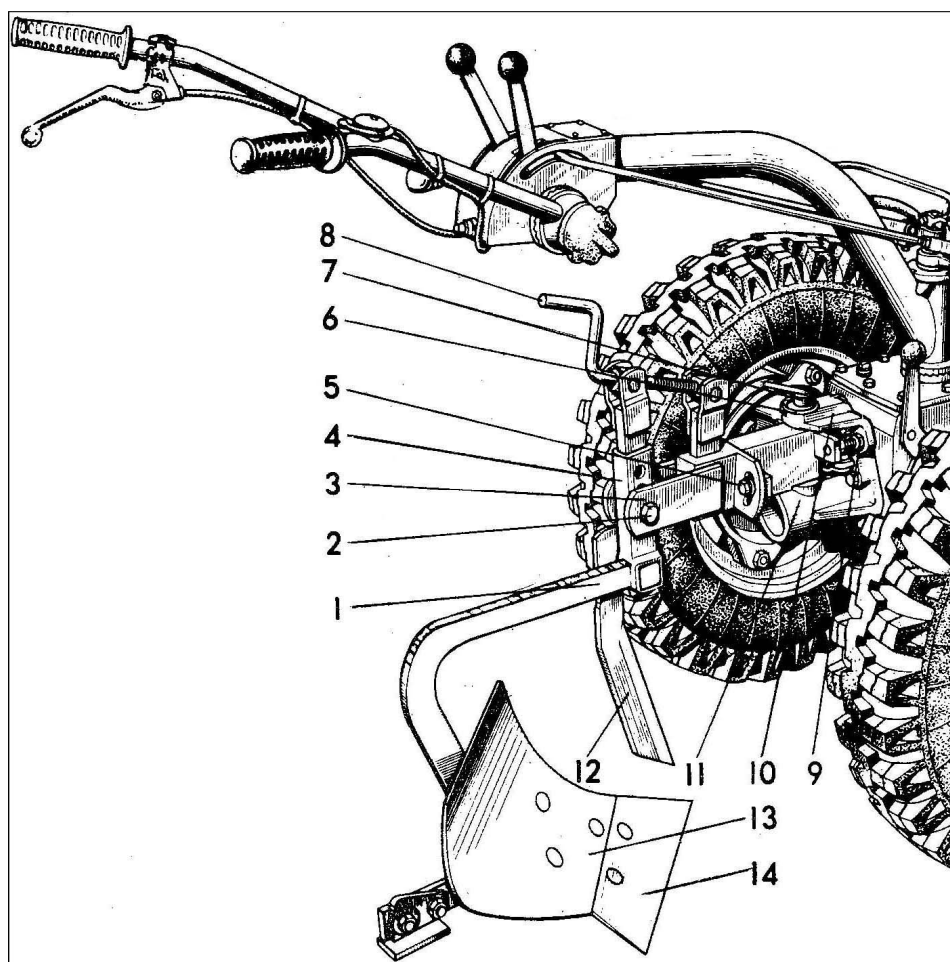
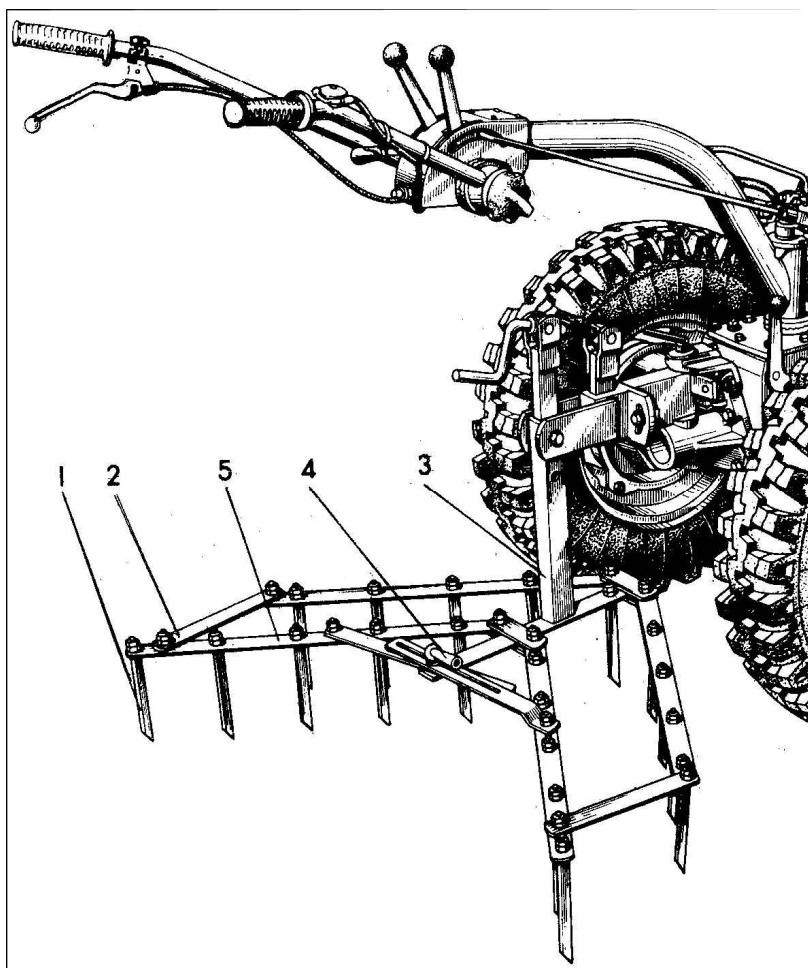
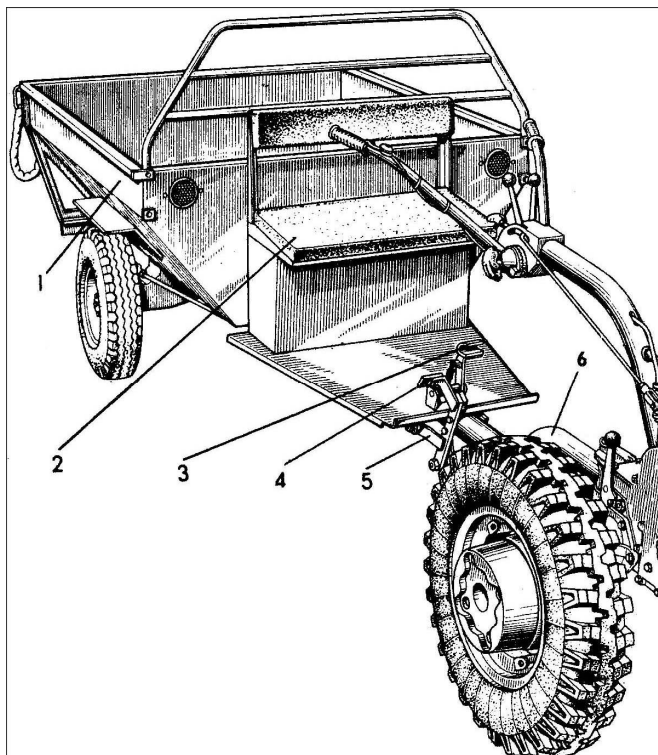

Рисунок 19 – Мотоблок в агрегате с плугом
Рисунок 22 – Мотоблок в агрегате с бороной
Рисунок 23 – Мотоблок в агрегате с прицепом
Для подготовки мотоблока с плугом к работе (рис. 19) выполните следующие операции:
1) Установите универсальную сцепку 3 (рис. 19) на плуге в рабочее положение и закрепите болтом 2. Вращая рукоятку 8, установите подвижные части сцепки в одну линию с неподвижными, а с помощью шкворня 7 присоедините плуг со сцепкой к прицепной скобе 10 и зафиксируйте шкворень чекой 6.
7.4.6 Если при работе мотоблок уходит вправо, проверьте крепление подпятников. Если они на месте, то болтом 5 сектора (рис.19) приподнимите на 1-2 см правый окучник, зажмите болт и проверьте в работе.
Рукояткой 8 сцепки (рис.19) отрегулируйте положение бороны так, чтобы ее зубья в рабочем положении были равномерно заглублены. Ширину захвата бороны устанавливайте рукояткой 4 (рис.22).
- 2) Присоедините дышло 6 (рис.23) при помощи шкворня 7 (рис.19) к прицепной скобе мотоблока, шкворень зафиксируйте чекой 6. Подставку 5 (рис.23) прицепа поднимите и закрепите в горизонтальном положении с помощью пальца.